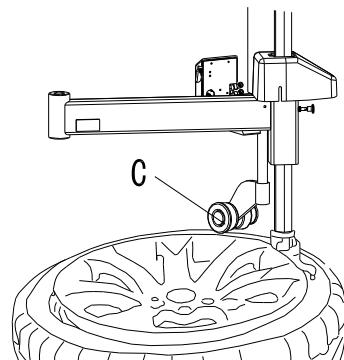

Fig. 11
3. Tout près de la tête de montage/démontage, insérez le levier N dans le pneu. Utilisez le levier pour soulever le talon au-dessus du bouton de la tête de montage/démontage. Tournez à la main le rouleau C vers l'intérieur, tirez le levier D vers le bas et pressez la jante avec le rouleau C, en laissant un écart de 3-5 mm entre la tête de montage/démontage et la jante. Assurez-vous que la tête de montage/démontage n'endommage pas la jante. Tournez le plateau et démontez le pneu du talon supérieur (fig. 11).